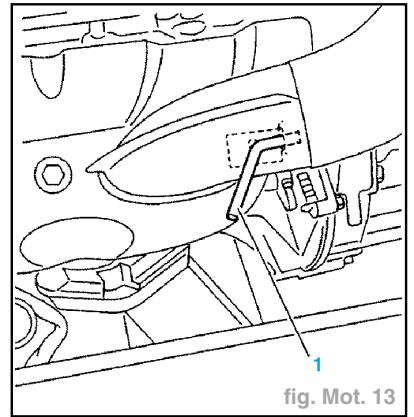

fig. Mot. 13
- Piger la poulie d'arbre à cames à l'aide de la pige (2) réf. : 4507-TB.
- Piger le volant-moteur à l'aide de la pige (1) réf. : 4507-T1 (fig. Mot. 13).
- Piger le volant-moteur à l'aide de la pige (1) (fig. Mot. 13).
- Déposer la pige (1).
- Placer l'outil (4) sur le brin tendu de la courroie.